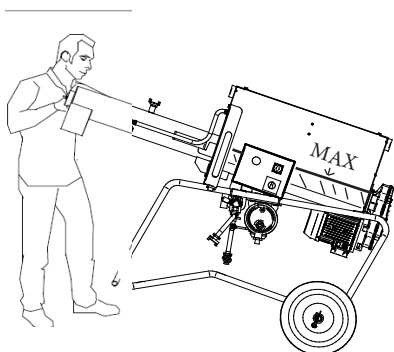
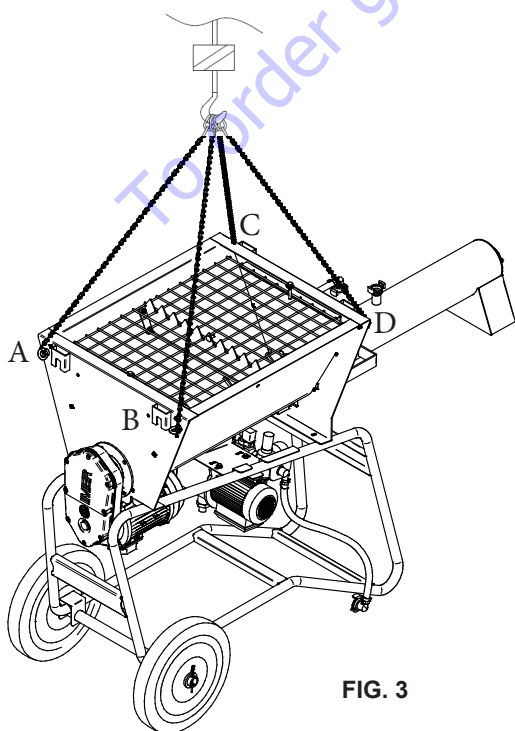

FIG. 2
FIG. 3
8. TRASPORTABILITA(vedi fig.2 e fig.3)
Sollevare il mescolatore avvalendosi delle apposite maniglie (fig.2) e spingere nella direzione desiderata.
- ATTENZIONE! Per il sollevamento della macchina non utilizzare punti di aggancio diversi da quelli indicati in fig. 3
Per il sollevamento della macchina utilizzare i due anelli appositamente previsti (fig.3).